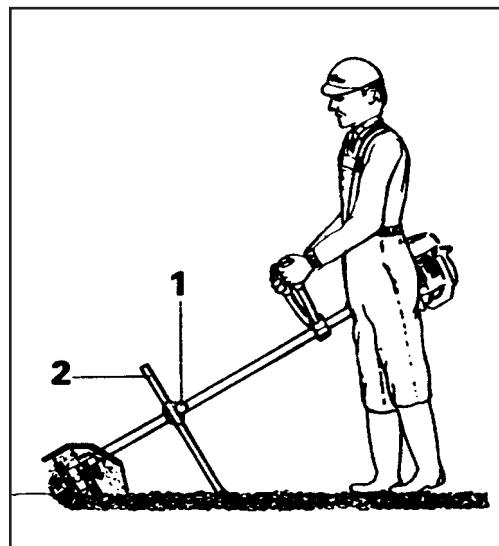
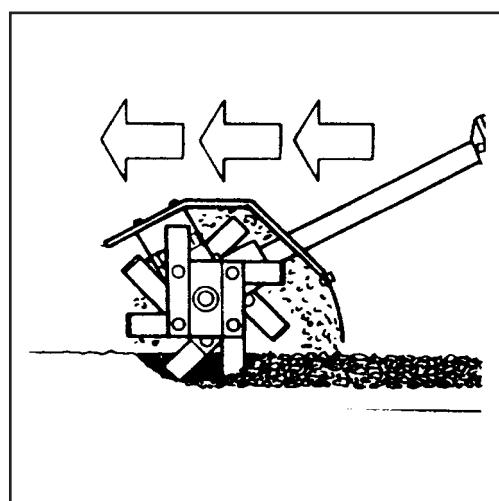
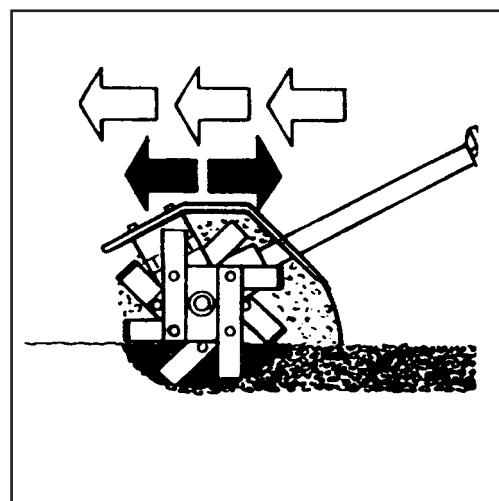

Fig. 4
Fig. 5
Fig. 6
ATTENZIONE! - Per l'utilizzo, le registrazioni e la manutenzione del motore riferirsi alle **istruzioni riportate nel libretto uso e manutenzione del vostro decespugliatore**. Il coltello (2, Fig.4) è necessario per controllare l'avanzamento del coltivatore e per controllare la profondità del lavoro. Una buona regolazione del coltello permette di avere un controllo totale della macchina senza sforzo.
UTILIZZO (Fig. 4): adattare il cinghiaggio al vostro corpo (**vedi libretto uso e manutenzione del decespugliatore**). Regolare l'altezza del coltello (2) tramite il pomello (1). Camminare in avanti a piccoli passi e spostare avanti e indietro il coltivatore. - Per zappare a poca profondità, muovere il coltivatore sul terreno velocemente (Fig. 5). Al contrario per zappare a fondo, procedere lentamente e soffermarsi più a lungo sullo stesso punto spostando il coltivatore avanti e indietro (Fig. 6).
WARNING! - For use, adjustments and maintenance of the engine, please refer to the **brushcutter instruction manual**. The spur (2, Fig. 4) is necessary in order to keep under control both the cultivator and its working depth. A correct adjustment of the spur will give you the complete control of the machine without any effort.
- For a light tilling, move the cultivator quickly over the ground (Fig. 5). On the other hand, if you want to till deeply, walk very slowly and stay longer over the same point, moving the machine forward and backwards (Fig. 6).